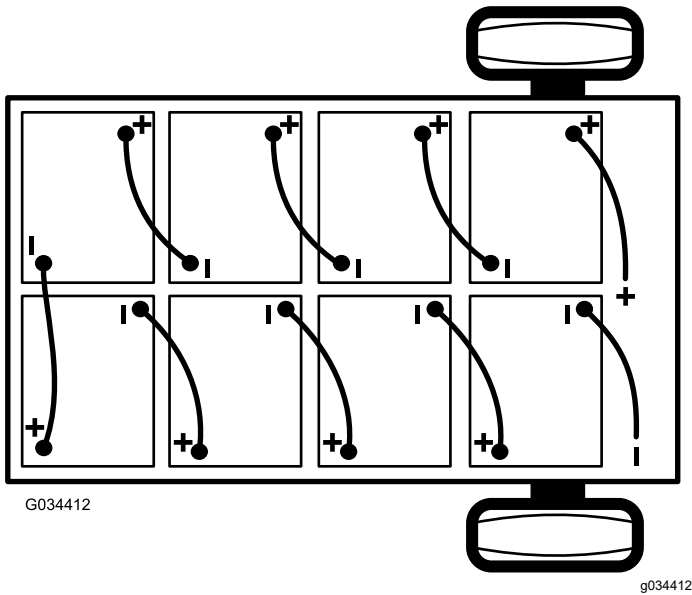

Figura 39
2. Desconecte el cable negativo principal (negro) de las baterías que conecta el banco de baterías a la conexión de tierra de la máquina (Figura 39).
- Desconecte el cable positivo principal de la batería (rojo) que conecta el banco de baterías al contactor principal de la máquina (Figura 39).
Nota: Preste atención a la polaridad de las baterías al instalar las baterías nuevas (Figura 39).
- Conecte las baterías entre sí como se muestra en Figura 39 con los cables de interconexión de las baterías que retiró en el paso 1.
- Conecte el cable positivo principal de las baterías (rojo) entre el banco de baterías y la máquina (Figura 39).
- Conecte el cable negativo principal de las baterías (negro) entre el banco de baterías y la máquina (Figura 39).